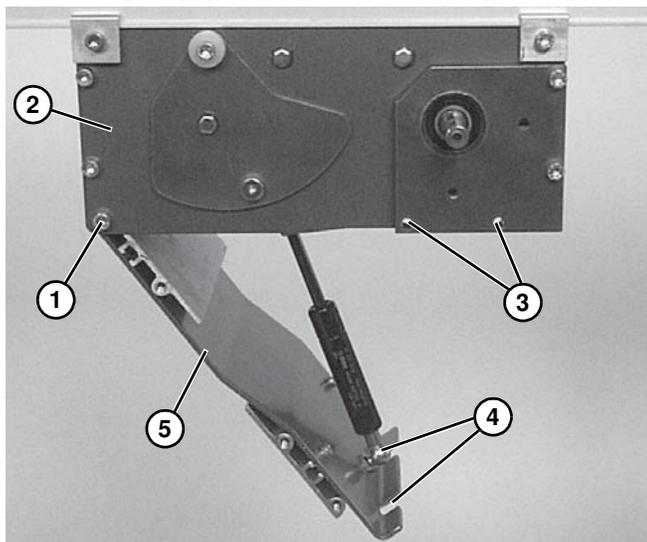

Figura 30
5. Retire la banda (**Figura 30, artículo 1**) del transportador.